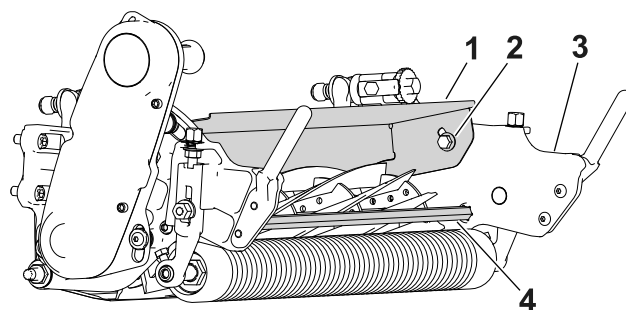

Figura 18
1. Allentate le viti che fissano il deflettore per l'erba (Figura 18) all'apparato di taglio.